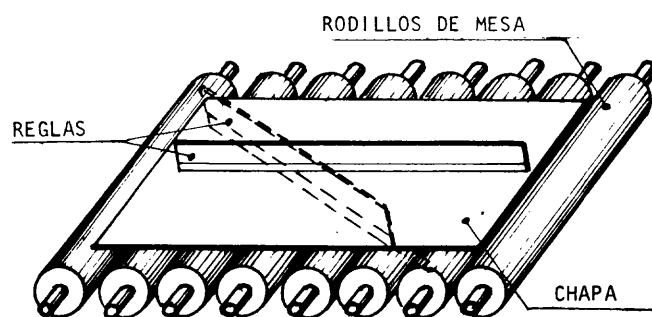

Fig. 3
- ___ **b** Controle la planitud de la chapa con la regla, colocándola en distintas posiciones (fig. 3).